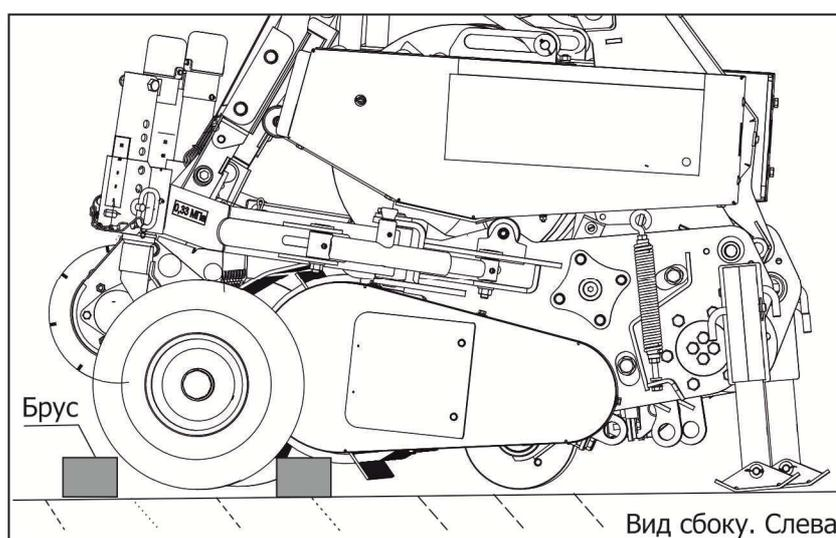

Рисунок 8.2
8.6 **ВАЖНО!** ЕСЛИ КОЛЕСА ПОДБОРЩИКА ЗАФИКСИРОВАНЫ В ТРАНСПОРТНОМ ПОЛОЖЕНИИ (ВО ИЗБЕЖАНИЕ УПИРАНИЯ ПАЛЬЦЕВ ПОДБИРАЮЩЕГО УСТРОЙСТВА В ШИНУ КОЛЕСА И ПОВРЕЖДЕНИЯ КОЛЕС), НЕОБХОДИМО ПРИ ПОСТАНОВКЕ НА ХРАНЕНИЕ ИЛИ ПРИ ПЕРЕВОЗКЕ В КУЗОВЕ ТРАНСПОРТА, ЗАФИКСИРОВАТЬ КОЛЕСА ПРОТИВОУКАТНЫМИ УПОРАМИ ИЛИ БРУСКАМИ (рисунок 8.2).